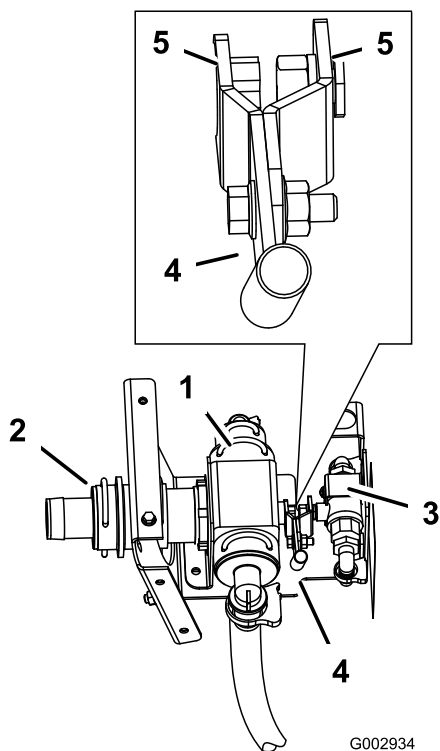

Figure 35
2. Connectez l'extrémité de l'ensemble levier, sur le petit ensemble clapet à bille, au distributeur de commande (Figure 35).